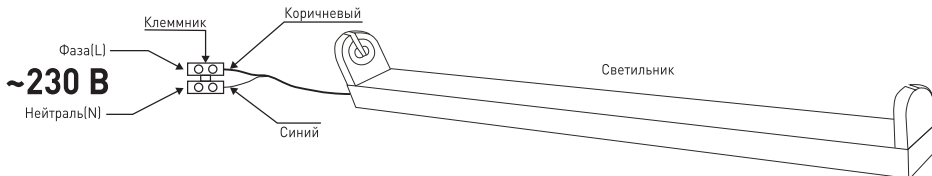

Рис.1. Схема подключения светильника к сети 230В
4.3.2. Этот провод необходимо подключить к проводу источника питания с помощью внешнего клеммника (в комплект не входит) в соответствии со схемой, изображенной на рис.1;